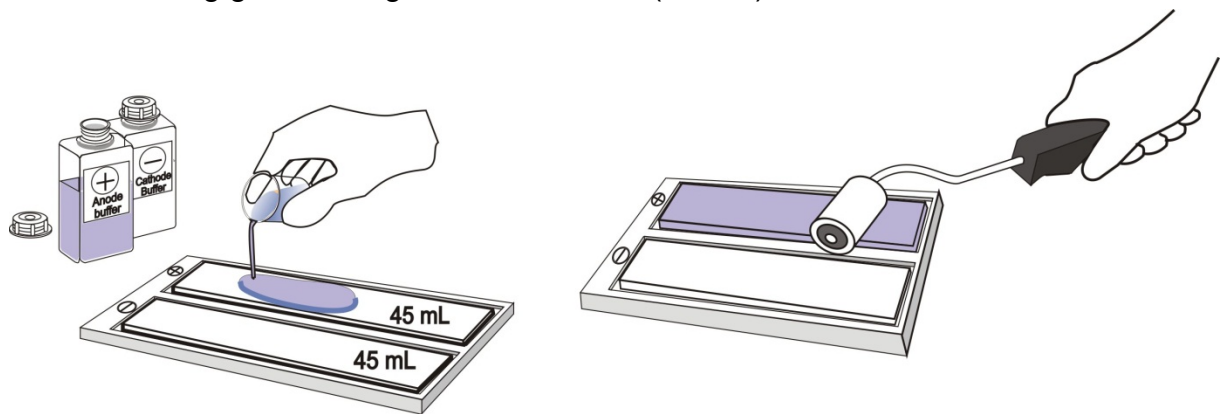

Abb. 2: Tränken der Elektrodendochte mit Laufpuffer und Ausrollen zur gleichmäßigen Verteilung.
1. Legen Sie zwei Elektrodendochte in die Vertiefungen des PaperPool. Geben Sie 45 mL des jeweiligen Elektrodenpuffers auf die Dochte und verteilen Sie die Lösung gleichmäßig mit einem Roller (Abb. 2).